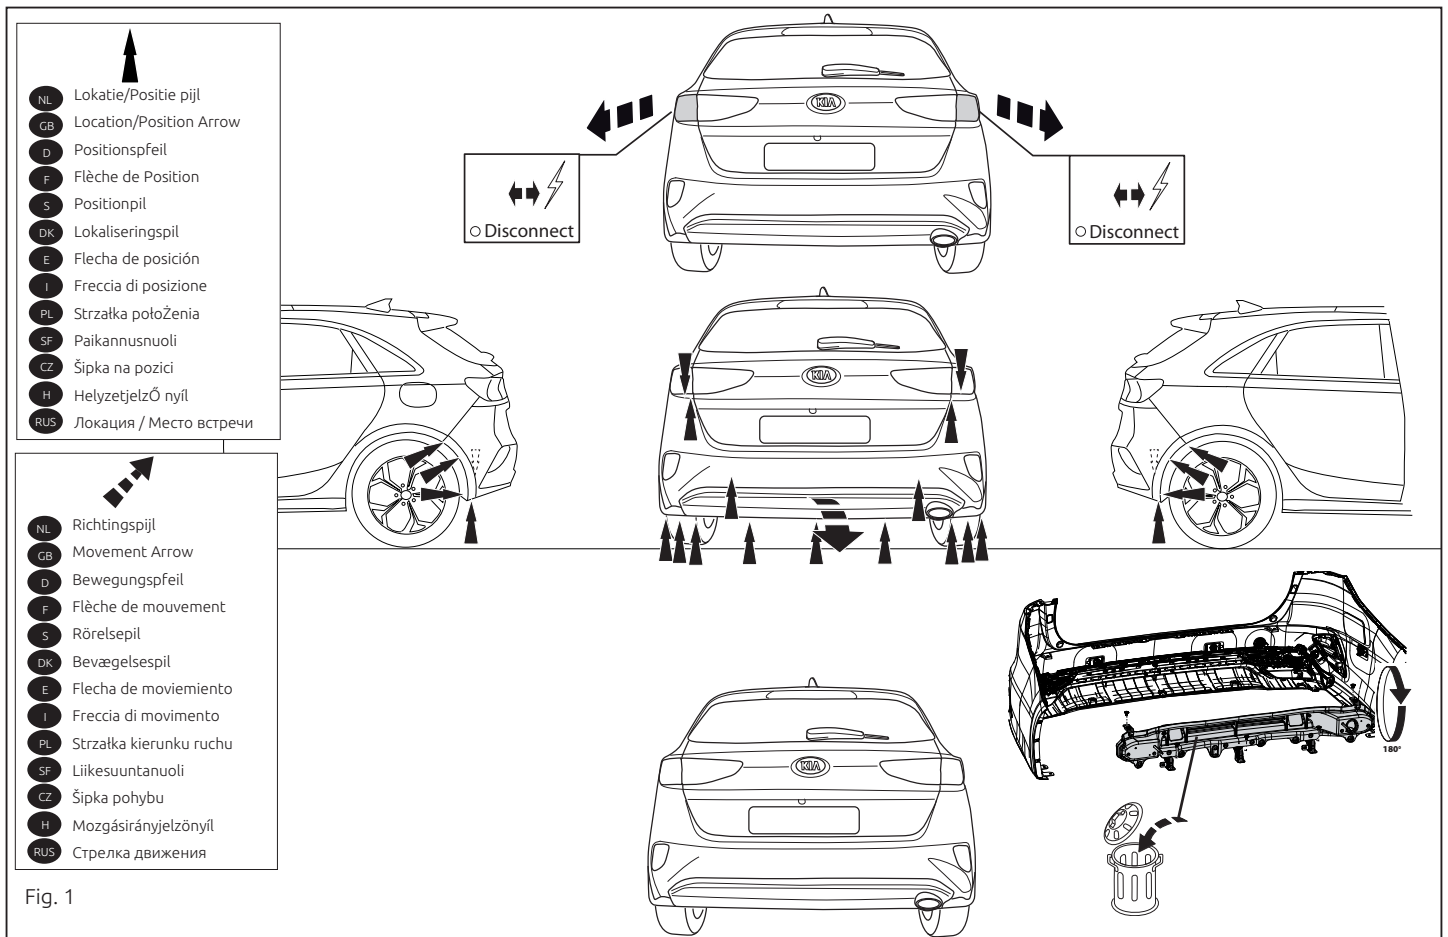

Fig. 1
2. Remove bumper and the steel buffer beam from the vehicle. The buffer beam will no longer be needed. See figure 1.
2. Die Stoßstange einschließlich des stählernen Stoßbalkens vom Fahrzeug abmontieren. Der Stoßbalken wird nicht mehr benötigt. Siehe Abbildung 1.
3. Снять буферный брусок больше не понадобится. См. рисунок 1.
2. Déposez le pare-chocs du véhicule y compris la traverse en acier; la traverse ne sera plus utilisée. Voir la figure 1.